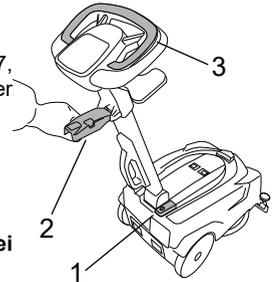

Fig.16
- Den Hauptschalter (Abb. 16, Pkt. 1) drücken.
- Senken Sie den Saugfuß mit dem Hebel ab (Abb. 16, Pkt. 2).
- Bedienen Sie den Bürstensteuerhebel (Abb. 16, Pkt. 3).
- Heben Sie den Saugfuß mit dem Hebel an (Abb. 16, Pkt. 2).
- Drücken Sie den Hauptschalter (Abb. 16, Pkt. 1).
- Schalten Sie die Absaugung aus, indem Sie den Saugschalter drücken (Abb. 16, Pkt. 3).